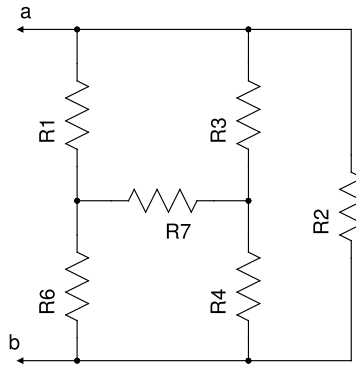

Figura 1.2
6. Monte o circuito da figura 1.2 e meça a resistência entre os pontos *a* e *b*;